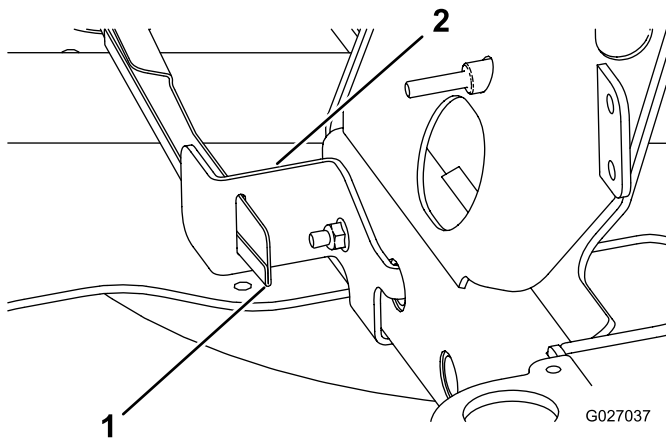
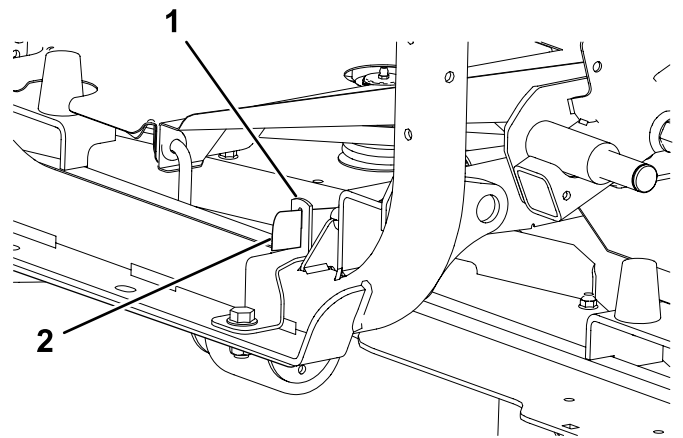

Bild 26
Bild 27
2. Befestigen Sie das Antriebswellen-Schutzblech im Schlitz in der Schutzblechstütze, die Sie in Schritt 11 Montieren der Schutzblechstütze (Seite 9) montiert haben, siehe Bild 26 oder Bild 27.